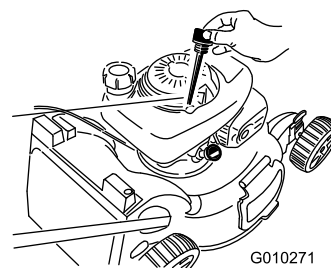

Figura 39
6. Rimuovete l'asta di livello dal tubo di riempimento dell'olio (Figura 39).